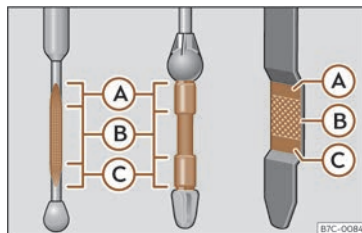

Fig. 235 Varilla de medición del nivel de aceite.
- A continuación, vuelva a extraerla y compruebe el nivel de aceite >>> **fig. 235**. En caso necesario, reponga aceite del motor.
- Cuando el nivel de aceite alcance como mínimo la zona >>> **fig. 235 B**, enrosque la tapa de la boca de llenado con cuidado >>> **①.**